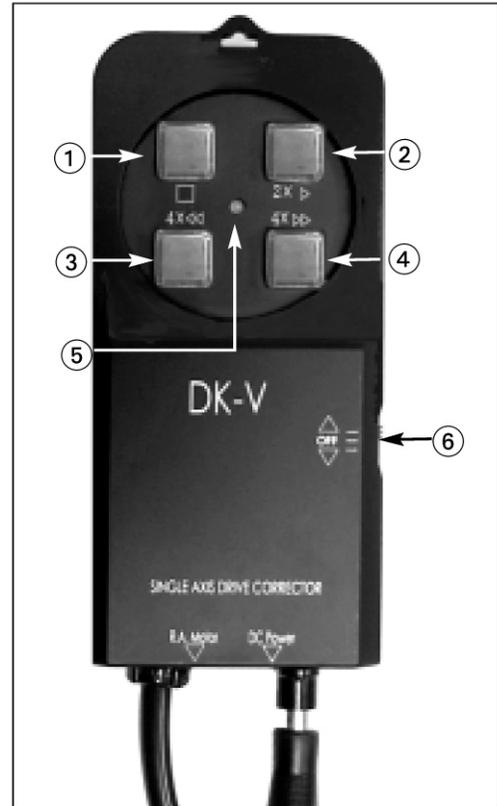

Fig. 19: (1) □ (botón cuadrado), (2) botón 2X▷ (3) botón 4X◁◁, (4) botón 4X▷▷, (5) LED, (6) Switch Selector de Hemisferio.
El botón selector de hemisferio (**5, Fig. 19**) le permite seleccionar el hemisferio de su locación. Mueva el switch hacia arriba par seleccionar el Hemisferio Norte y hacia abajo para el Hemisferio Sur. Colóquelo en la posición OFF para apagar el motor. La LED (**5**) indica cuando el sistema tiene corriente.
- □ (Símbolo d cuadro, **1, Fig. 19**): Detiene el motor. En el ocular, los objetos celestes se correrán hacia el oeste.
- 2X▷ (**2, Fig. 19**): Duplica la velocidad del telescopio. Mueve el telescopio hacia el Oeste, que hace que los objetos en el ocular se corran en la dirección opuesta, p. Ej.: Este.
- 4X◁◁ (**3, Fig. 19**): Invierte la dirección del motor y la velocidad en esa dirección. Mueve el telescopio hacia el Este, que hace que los objetos en el ocular se corran al Oeste.
- 4X▷▷ (**4, Fig. 19**): Cuadruplica la velocidad del telescopio. Mueve el telescopio hacia el Oeste, lo que hace que los objetos en el ocular se corran hacia el Este.